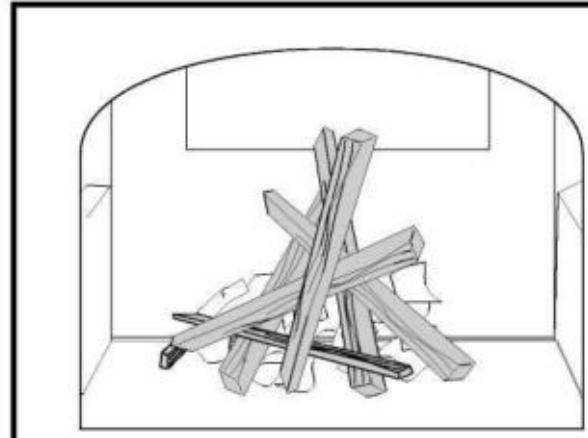

Рисунок 39. Начинайте растапливать газетой и сухими щепками.
2. Поместите несколько скомканных листов газеты в топку. Ни в коем случае НЕ используйте глянцевую или цветную бумагу, так как она может испортить катализитический катализатор. Поверх бумаги положите шесть или восемь сухих щепок для разжигания, шириной с палец, после чего, положите на них две или три сухие палочки размером больше, примерно 1-2" (25-50мм) в диаметре. (рисунок 39)